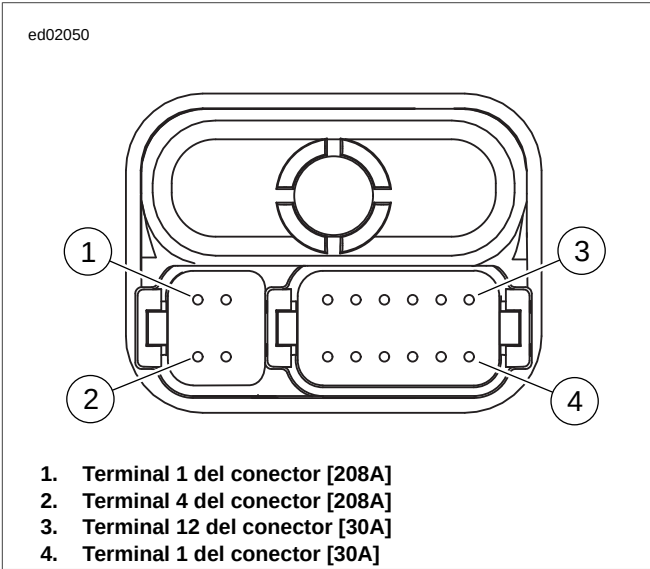

Figura 3-14. Números de cavidad de terminales del TSM/HFSM
2. Vea Figura 3-14. Desconecte el (los) conector(es) del arnés del TSM/HFSM:
1. Vea Figura 3-14. Para el HFSM, presione los pestillos en el conector de la antena [208B] y desconecte el conector de la antena del HFSM [208A].